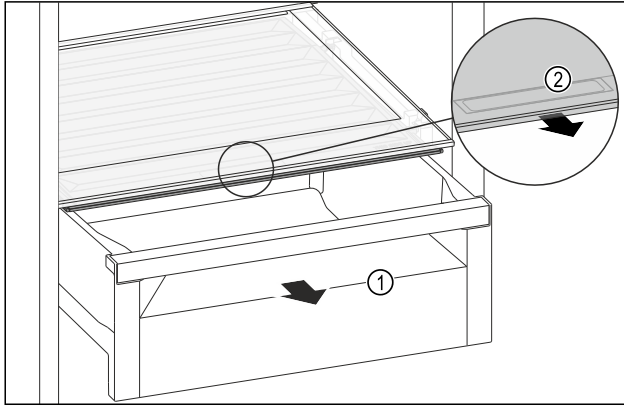

Fig. 153
- ▶ Schubfach Fig. 153 (1) herausziehen.
- ▶ Griffmulde Fig. 153 (2) am Fachdeckel anfassen und Fachdeckel gleichzeitig nach vorne ziehen.